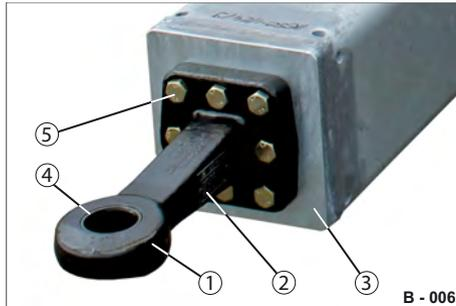

Abb. 6 Zugöse schmieren
- ▶ Ziehen Sie die Schraubbolzen (Abb. 6/5) kreuzweise nach.
- ▶ Reinigen Sie die Verschleiß-Buchse (Abb. 6/4) und die Zugöse (Abb. 6/1) mit einem sauberen, trockenen Lappen.